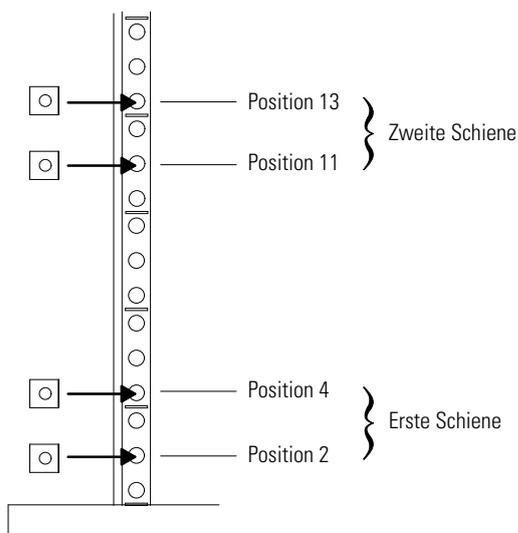
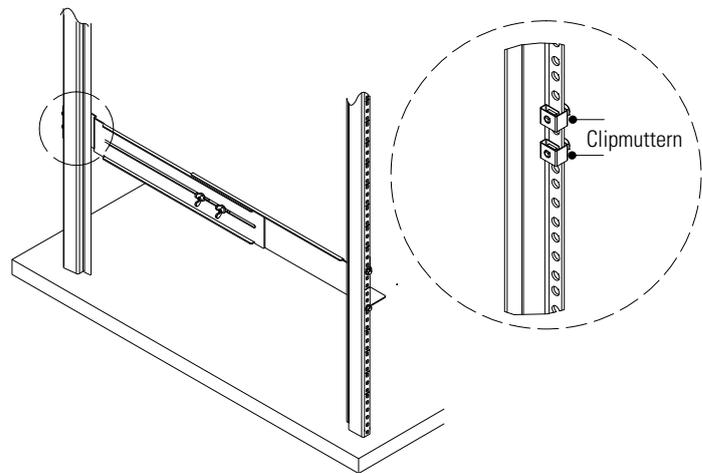

Abbildung 12. Positionen für die hinteren Schienenschrauben am EBM
Abbildung 13. Befestigen der hinteren Schiene
4. Die Schiene mit zwei Clipsmuttern und zwei Sechskantschrauben an der Rückseite des Racks befestigen (siehe Abbildung 12 und Abbildung 13).